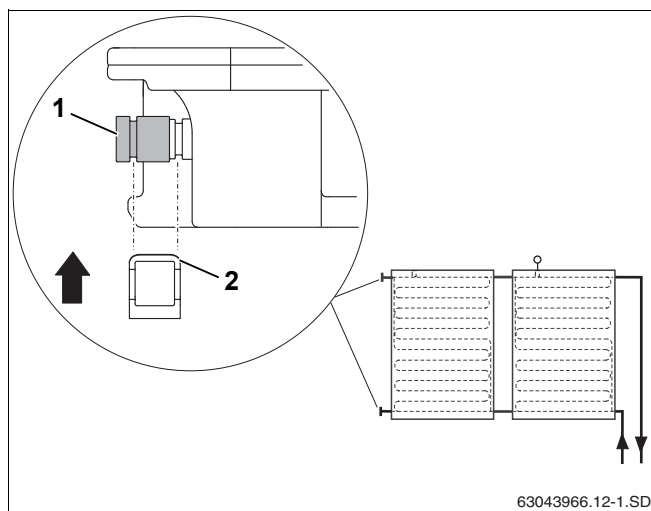

Рис. 39 Фиксация торцевой крышки зажимом
- ▶ Наденьте торцевую крышку с кольцом (рис. 39, [1]) на штуцер коллектора.
- ▶ Установите зажим (рис. 39, [2]) для фиксации торцевой крышки на штуцере коллектора.